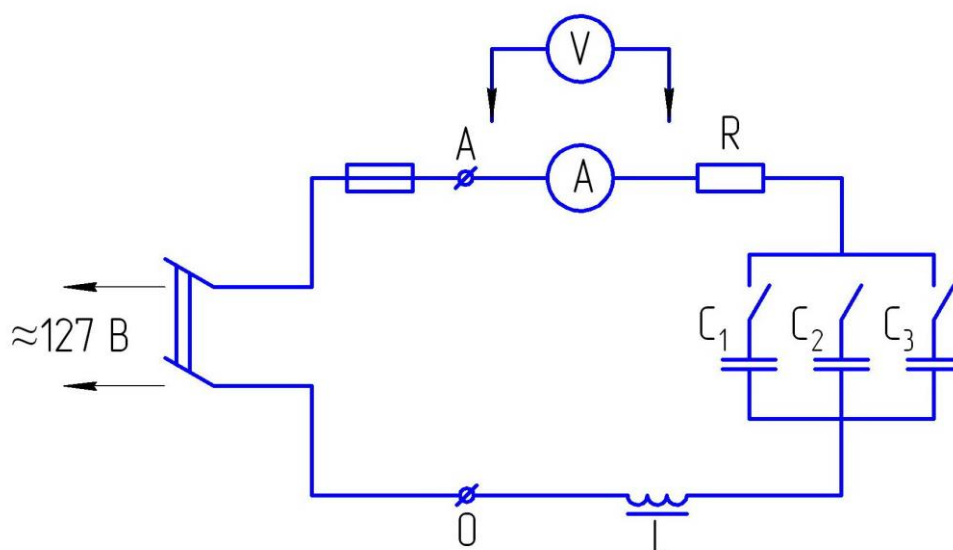

Рис.5. Неразветвленная электрическая цепь однофазного синусоидального тока
2. Собрать электрическую цепь, указанную на схеме (рис.5), и дать ее проверить преподавателю или лаборанту.